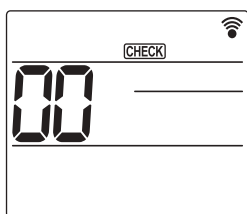

Fig. 6-8
- ① Mettez l'appareil sous tension au moins 12 heures avant l'essai de fonctionnement.
- ② Appuyez sur la touche **MENU** pendant 5 secondes. (Fig. 6-8)